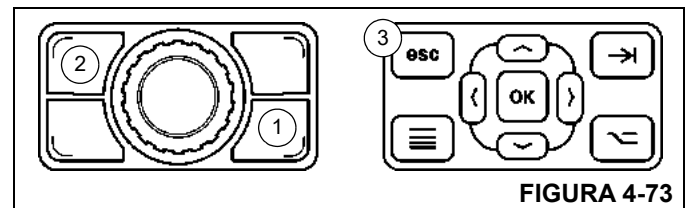

FIGURA 4-73
- Pressione o Botão de alternância de tela (1, Figura 4-73) no Botão rotativo para selecionar o controle de tela do ODM, então pressione o Botão Esc (2).
- Pressione o Botão Esc (3, Figura 4-73) na Placa de controle de navegação no ODM.